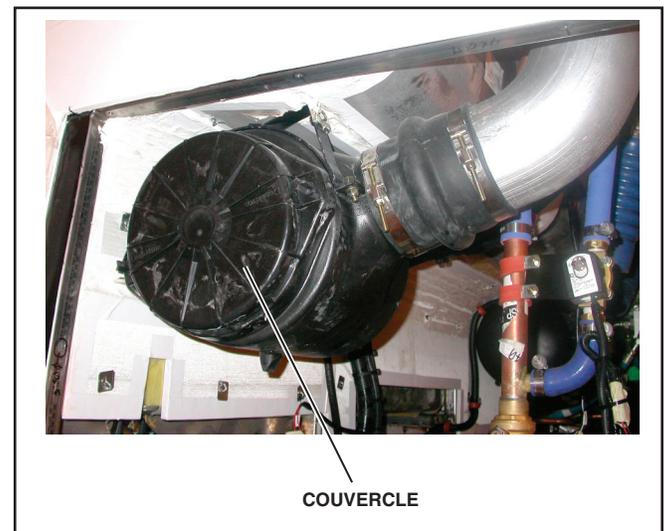

Figure 4 - Boîtier du filtre à air
1. Arrêter le moteur. Enlever la plaque-couvercle du filtre à air. Voir Figure 4.